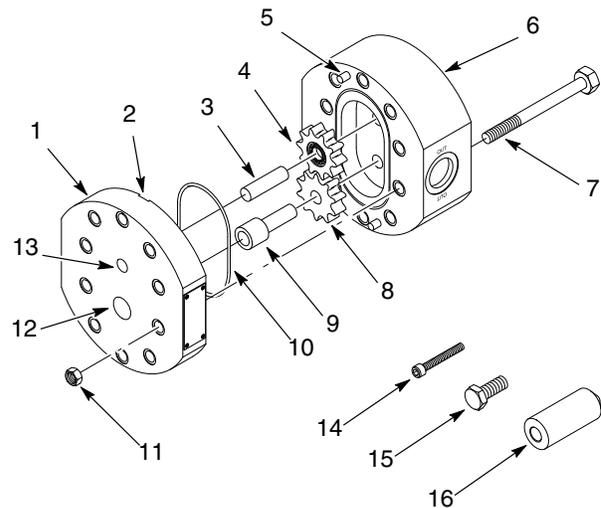

Abb. 2 Typischer Durchflussmesser mit eingepresster Welle
1. Siehe Abb. 2. Den Durchflussmesser vom System abnehmen und auf eine saubere ebene Arbeitsfläche legen.
2. Käfigmutter (11) und Käfigschrauben (7) abnehmen.
3. Einen Schlitzschraubendreher in die Hebelschlitz (2) stecken und die Frontabdeckung (1) vom Durchflussmessergehäuse (6) trennen.
5. Den Käfig-O-Ring (10) abnehmen.
1. Siehe Abb. 2. Das Gewinde der Innensechskantschraube (14) einfetten.
2. Die Schraube in die Abdrückschraubenbohrung (13) in der Frontabdeckung drehen.
3. Die Leerlaufwelle (3) herausdrücken und entsorgen.
1. Siehe Abb. 2. Das Gewinde der Innensechskantschraube (15) einfetten.
2. Die Schraube in die Abdrückschraubenbohrung (12) in der Frontabdeckung drehen.
3. Die Welle (9) herausdrücken und entsorgen.
1. Siehe Abb. 2. Das Ende der neuen Leerlaufwelle (3), das in das Gehäuse gedrückt werden soll, leicht einfetten.
1. Siehe Abb. 2. Das neue Wellenende mit dem großen Durchmesser (9) einfetten.
2. Den kleineren Durchmesser der Welle in die Aluminiumtreibbuchse (16) einstecken, so dass die Aluminiumtreibbuchse am Wellenbund liegt.
1. Siehe Abb. 2. Das magnetische Flügelrad (8) mit der magnetischen Fläche zum Wellenbund auf die Welle (9) schieben.